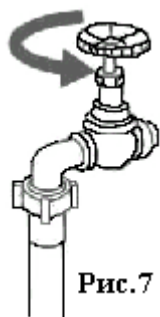

Рис.7
- откройте кран подачи воды (рис. 7)